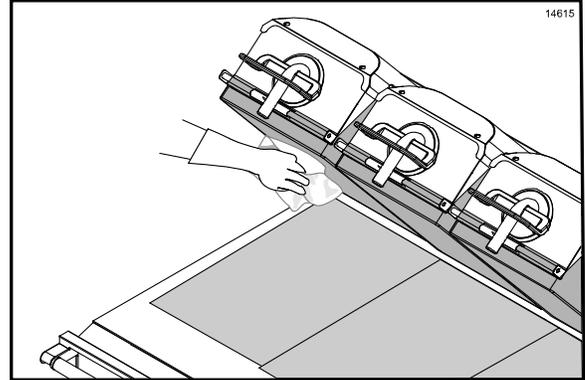

Figura 44
11. Use el paño para parrillas mojado con limpiador para parrillas para limpiar las superficies expuestas de las hojas antiadherentes superiores e inferiores. (Vea la figura 44.)